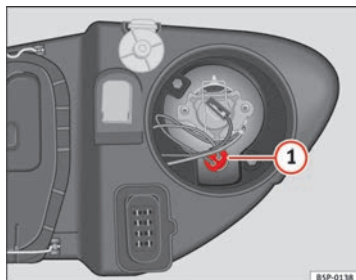

Abb. 188 Standlicht
- Den Lampenträger ⇒ Abb. 188 **1** herausnehmen.